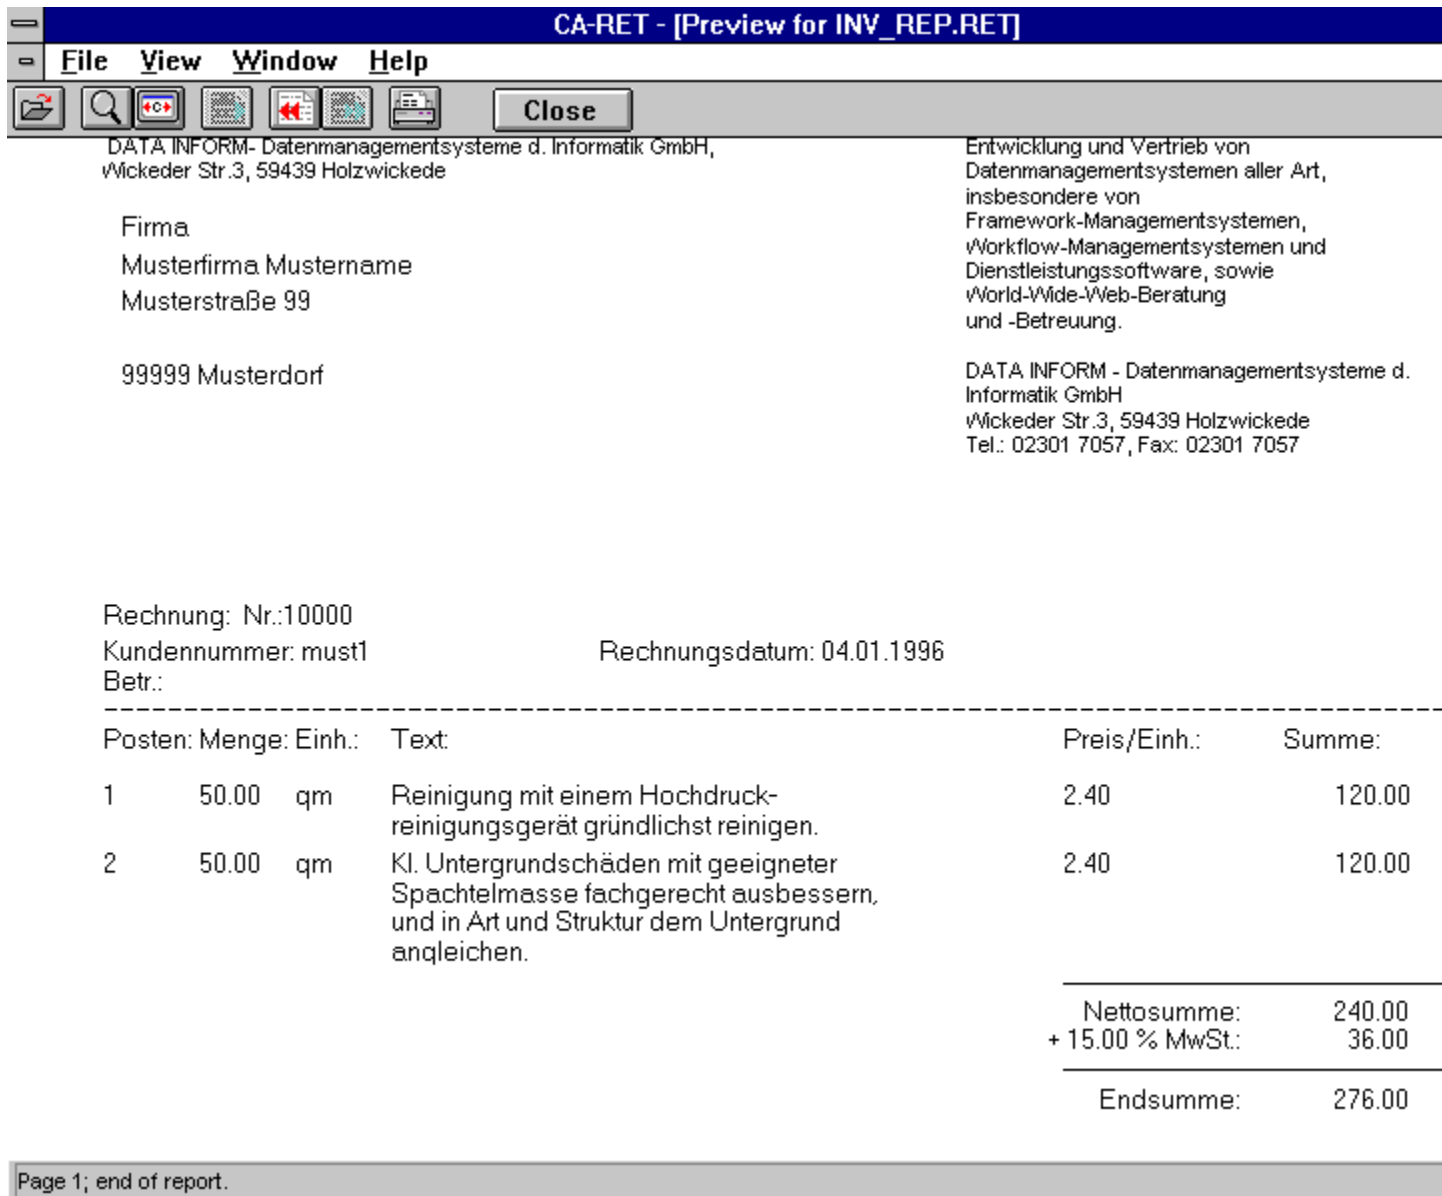

Figure 9.1: Eine Rechnung im CA-RET-Fenster
Das **CA-RET-Fenster** erscheint ebenfalls, wenn in einem Rechnung-Dialogfenster der Button **Betrachten der kompletten Rechnung** gedrückt wird, so daß die Rechnung auf dem Bildschirm betrachtet werden kann (Abb. 9.1).
- o Sie drücken mit der Maus auf den *Fenster-Menü*-Button in der linken oberen Ecke des CA-RET-Fensters (Abb. 9.1) und wählen in dem sich aufklappenden Menü den Befehl **Schließen** an oder
- o Sie betätigen mit einem Doppelklicken den *Fenster-Menü*-Button in der linken oberen Ecke des CA-RET-Fensters (Abb. 9.1).